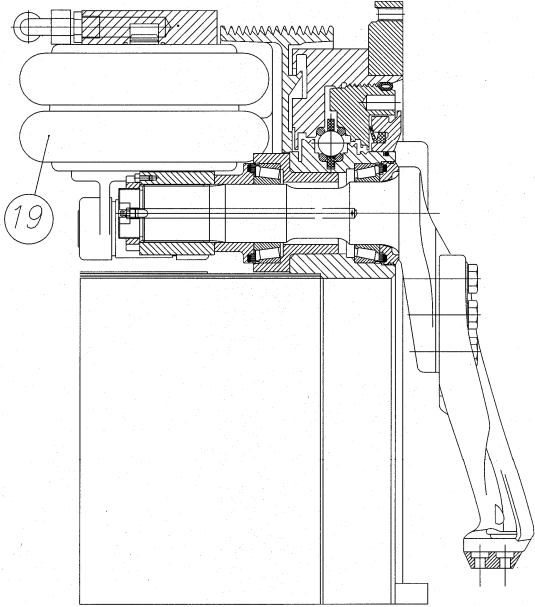

Bild 15.8
Montera även ev andra borttagna delar, som luftbälgar (19) etc. Se bild 15.8.